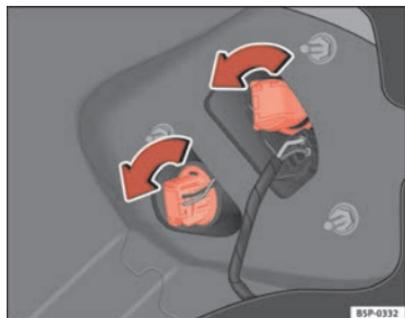

Fig. 195 Luces en la carrocería
- Gire el portalámparas hacia la izquierda ⇒ fig. 195.